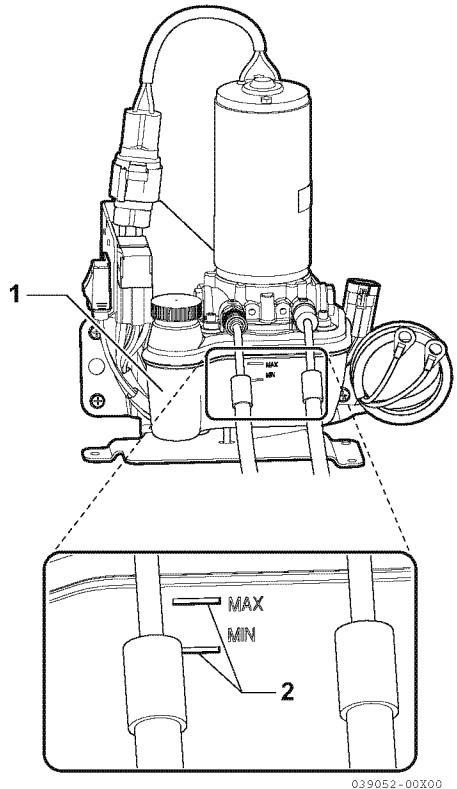

Abbildung 4
- Flüssigkeitsstand im Behälter beobachten. Der Flüssigkeitsstand muss innerhalb der Markierungen **MIN** und **MAX** (2, **Abbildung 4**) auf dem Behälter liegen (1, **Abbildung 4**).